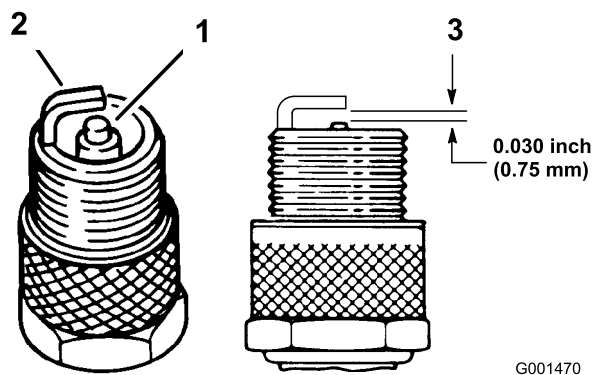

Рисунок 49
1. Осмотрите середину каждой свечи зажигания (Рисунок 49). Светло-коричневый или серый налет на изоляторе свидетельствует о том, что двигатель работает должным образом. Черный налет на изоляторе означает, что загрязнен воздухоочиститель.
2. Проверьте зазор между центральным и боковым электродами (Рисунок 49).
3. Если зазор неточный, отогните боковой электрод (Рисунок 49).
3. Присоедините провода к свечам зажигания (Рисунок 49).